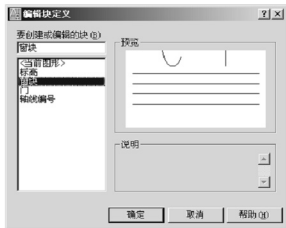
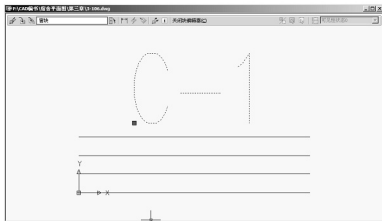

图 3.91 【编辑块定义】对话框
图 3.92 选中“C-1”
(1) 利用【块编辑器】命令修改 “窗” 图块。块编辑器的作用是对图块库内的图块进行修改。
① 执行菜单栏中的【工具】|【块编辑器】命令, 打开【编辑块定义】对话框, 如图 3.91 所示。
② 选择 “窗” 图块, 单击【确定】按钮, 进入【块编辑器】。
③ 如图 3.92 所示, 选中 “C-1”, 出现蓝色夹点。将光标放在蓝色夹点上单击, 该夹点变红, 然后垂直向下拖动光标, 将